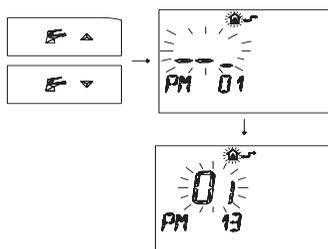

Figura 5.46 Remoto programmazione.
- 3 Premere i pulsanti  o  per visualizzare la programmazione "PM 13" modo pompa (Figura 5.46)